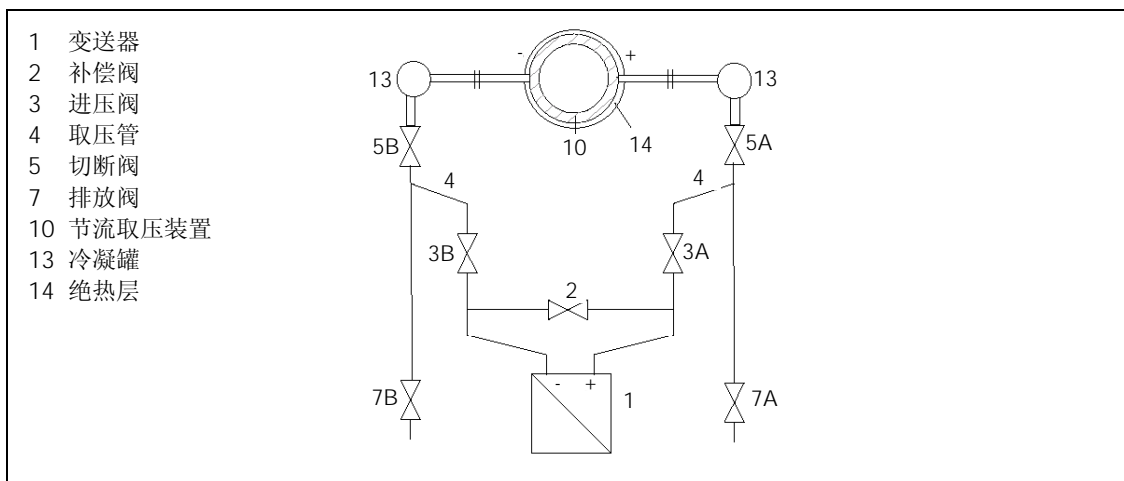

图 43 测量水蒸气
1. 打开取压点处的两个切断阀（102 页，图 43 中的 5）。